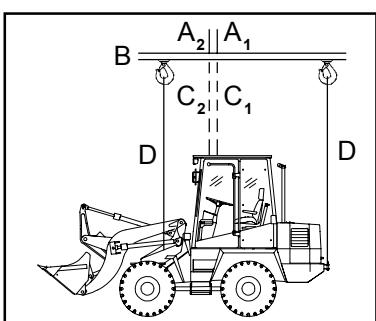

Bild 7-4
- Der Aufnahmepunkt ((7-4/A₁ - Gerät ohne Standardschaufel) bzw. (7-4/A₂ - Gerät mit Standardschaufel)) des Tragmittels (7-4/B) muß genau senkrecht über dem Schwerpunkt (7-4/C₁, bzw. 7-4/C₂) des Gerätes liegen (siehe Bild 7-4), damit sich das Lastaufnahmemittel **waagerecht** über der Längsmittelachse des Gerätes befindet.
(7) Contact de changement de mode de direction en position „essieu arrière directeur“ (4-8/3).
(8) Mettre le contact d'entraînement (4-7/3) sur position «0».
(9) Actionner le contact à bascule du système clignotant de sécurité (4-10/13).
(10) Lâcher le frein de parking (4-9/3).
- Le point de levage (7-4/A₁ - chargeur sans godet standard) ou (7-4/A₂ - chargeur avec godet standard) du palonnier de levage (7-4/B) doit être situé directement à la verticale du centre de gravité (7-4/C₁ ou 7-4/C₂) du chargeur (voir figure 7-4) de façon à ce que le palonnier de levage soit positionné **horizontalement** au-dessus de l'axe longitudinal du chargeur.
- The lifting point ((7-4/A₁ - loader without standard bucket) or (7-4/A₂ - loader with standard bucket) of the lifting device (7-4/B) must be located vertically and directly above the centre of gravity (7-4/C₁ or 7-4/C₂) of the loader (see figure 7-4) so that the lifting device is located **horizontally** above the longitudinal axis of the loader.